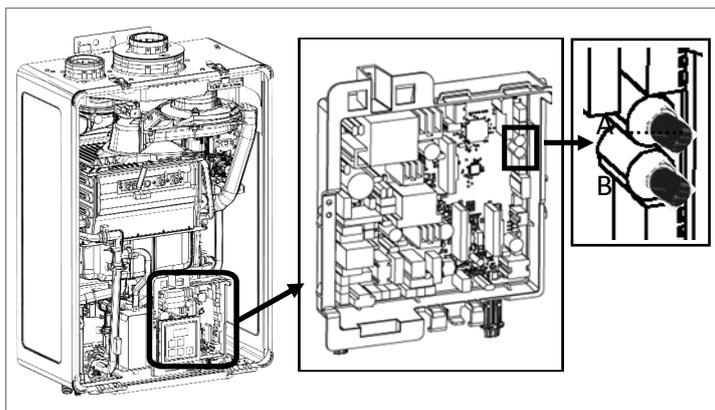

Figura 79
9. Localice la placa de circuito impreso en la parte inferior de la unidad (Figura 79).